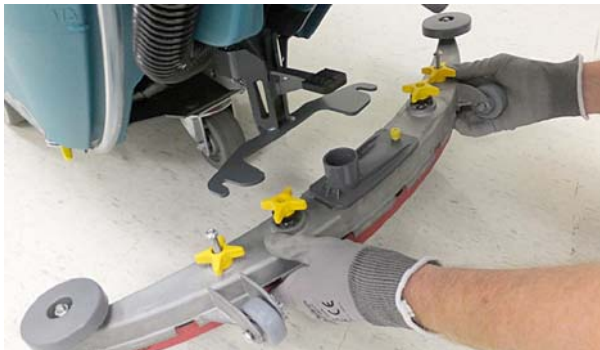

РИС. 6
2. Закрепите узел швабры на крепежном кронштейне швабры (Рисунок 6). Затянуть ручки, чтобы закрепить узел швабры на кронштейне.